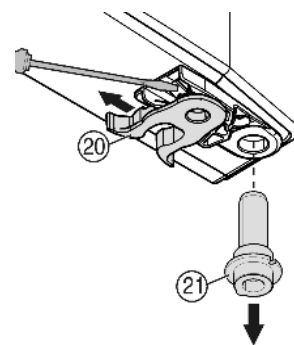

Fig. 9
- переставити Fig. 9 (20) пружинний затискач: Натиснути язичок зачіпки вниз, зняти з нього пружинний затискач.
- Вийміть гвинт Fig. 9 (21) із втулки дверцят і вставте разом із шайбою на протилежному боці. Язичок зачіпки повинен бути спрямований до внутрішньої сторони дверцят, надріз — до зовнішньої сторони.
- ▶ Поверніть нижню частину дверцят і вставте гвинт *Fig. 9 (21)* в опорний кронштейн. У разі необхідності покрутіть гвинт до його фіксації.